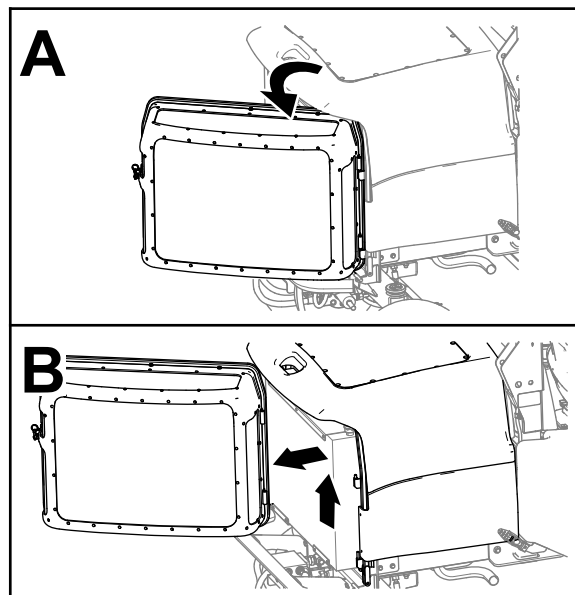

Figura 64
3. Sbloccate la griglia del motore, apritela e sollevatela dalla macchina (Figura 64).